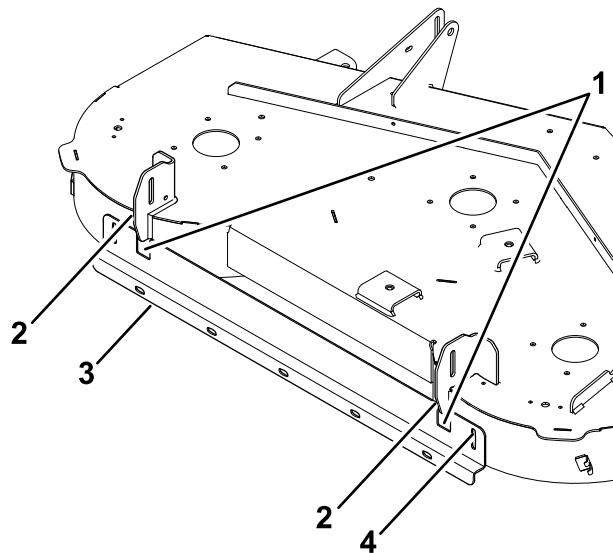

Figure 9
- Utilisez le support de traçage comme gabarit, et marquez et percez un trou dans la courbe du déflecteur droit avec un foret (9/32 po), comme montré à la Figure 9.